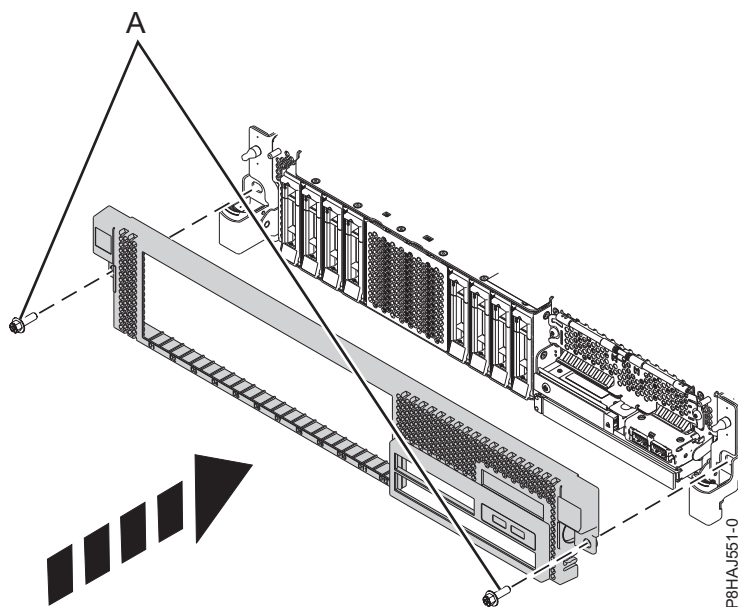

Figura 80. Instal·lació de la coberta frontal
3. Tanqueu els pestells d'alliberament empenyent-los en la direcció que mostra la Figura 80 a la pàgina 106. La coberta queda fixada al seu lloc i té un sagnant des d'on es pot retenir més fàcilment.
4. Substituïu els cargols de muntatge (A).